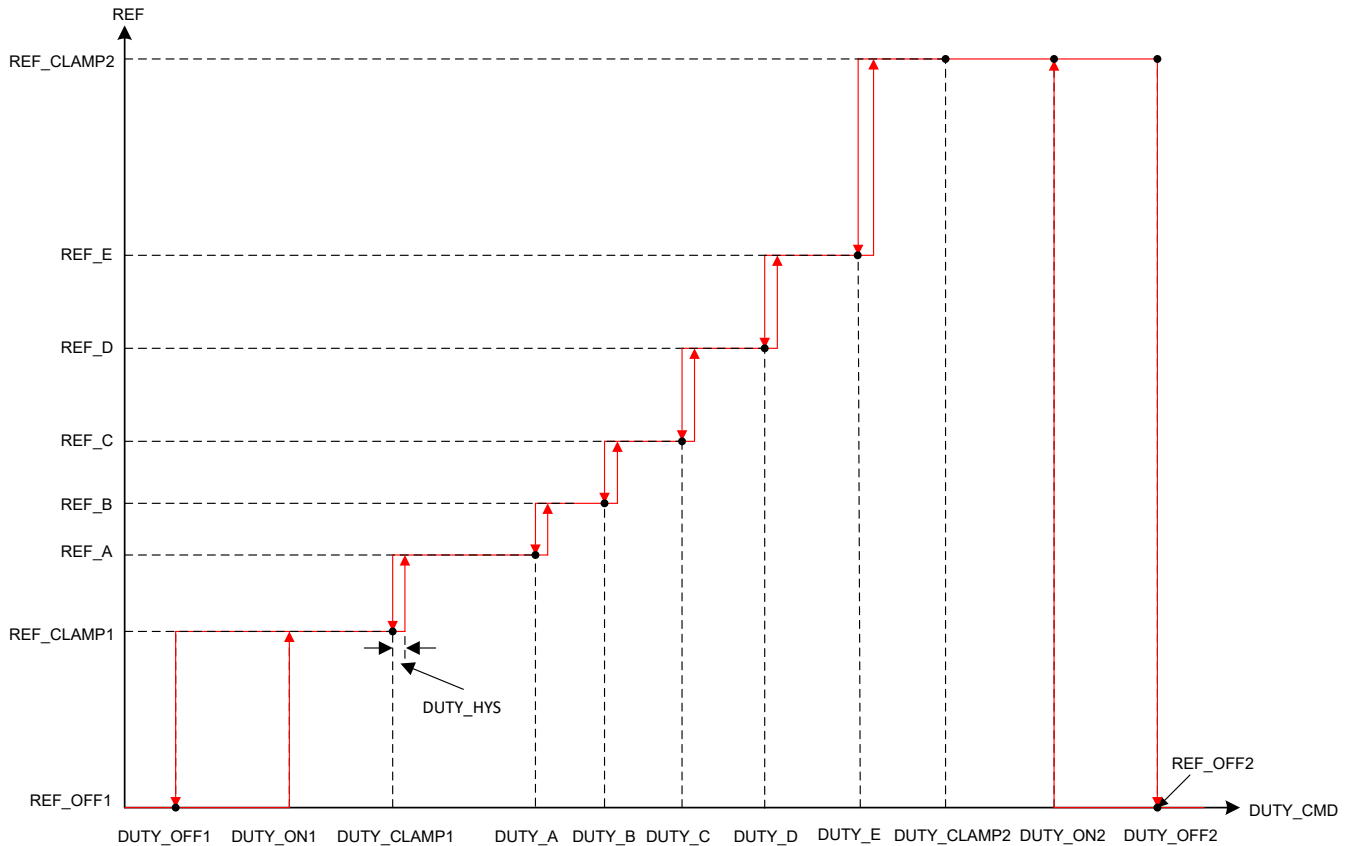

图 7-11. 阶梯控制曲线
- DUTY\_OFF1 和 DUTY\_ON1 配置基准控制输入 REF\_CLAMP1 和 REF\_OFF1 周围的迟滞，如图 7-11 所示。
- DUTY\_A 配置基准 REF\_A 的占空比命令。基准在 DUTY\_CLAMP1 处具有范围为 REF\_CLAMP1 至 REF\_A 的阶跃变化。DUTY\_A 到 DUTY\_E 的顺序必须与图 7-11 中所示的顺序相同。
- DUTY\_OFF2 和 DUTY\_ON2 配置基准控制输入 REF\_CLAMP2 和 REF\_OFF2 周围的迟滞，如图 7-11 所示。